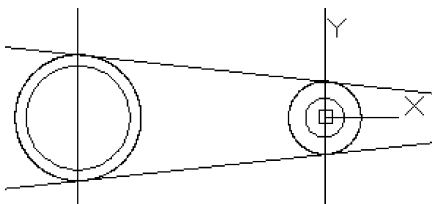

图 13-57 绘制辅助构造线
(7) 单击“可视化”选项卡“视图”面板中的“仰视”按钮, 切换到仰视图。单击“可视化”选项卡“视觉样式”面板中的“隐藏”按钮, 进行消隐处理。
(8) 单击“默认”选项卡“绘图”面板中的“构造线”按钮, 分别绘制所复制的 R30 及 R50 圆的外公切线, 并绘制通过圆心的竖直线, 绘制结果如图 13-57 所示。